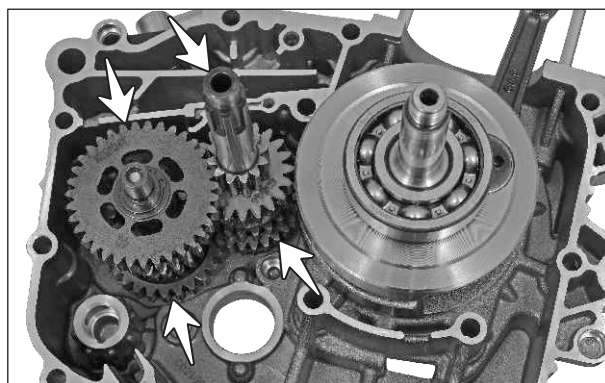

Fig. 3.159
- Monte el los conjuntos de los ejes de transmisión y de clutch. (Fig. 3.159)